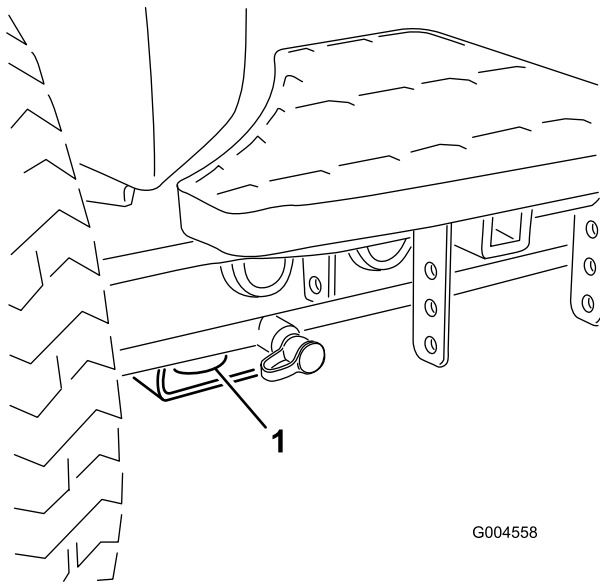
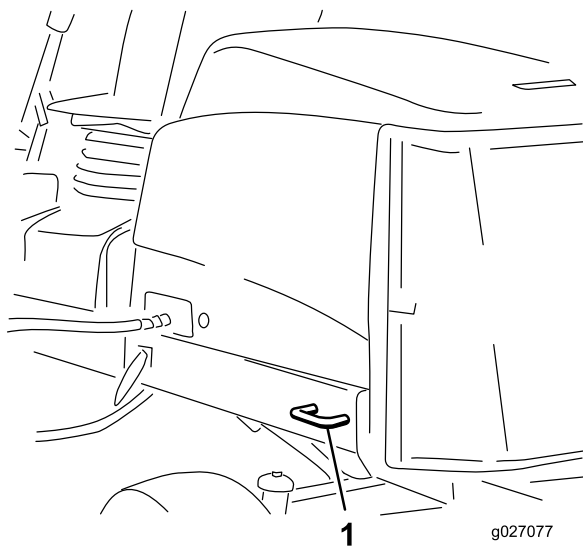

Figure 37
Figure 38
- Avant – trou du patin rectangulaire, sous le tube d'essieu, à l'intérieur de chaque roue avant (Figure 37).
- Arrière – chaque côté de la machine sur le cadre arrière (Figure 38).
5. Servez-vous des points d'attache en métal de la machine pour l'arrimer solidement sur la remorque ou le véhicule de transport au moyen de sangles, chaînes, câbles ou cordes (Figure 37 et Figure 38).
- Avant – trou du patin rectangulaire, sous le tube d'essieu, à l'intérieur de chaque roue avant (Figure 37)
- Arrière – chaque côté de la machine sur le cadre arrière (Figure 38)